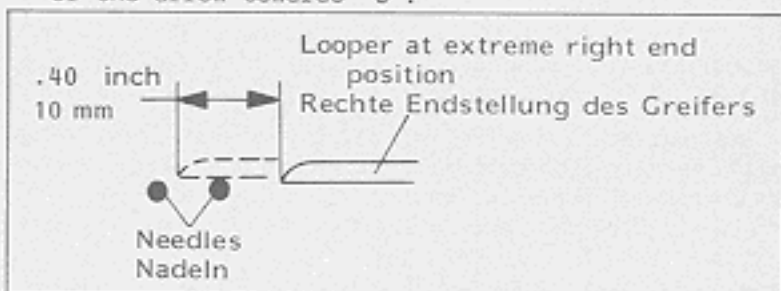

Fig.67A
2. Rotate the pulley clockwise until the looper has moved 10 mm (.400 in.) from right to left (see Fig. 67A).
2. Drehen Sie das Handrad im Uhrzeigersinn bis sich der Greifer von rechts nach links 10 mm bewegt hat (siehe Fig. 67A).